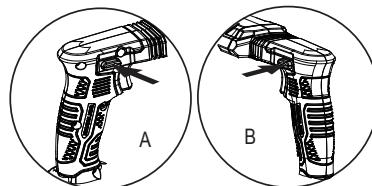

Fig.10
L'outil peut fonctionner en marche avant ou en marche arrière pour faire entrer ou sortir un embout d'une pièce à travailler. Le sens de rotation est contrôlé à l'aide de l'interrupteur avant/arrière. Appuyez sur l'interrupteur de marche avant/arrière vers la droite comme indiqué par (A) pour une rotation vers l'avant. De même, appuyez sur l'interrupteur vers la gauche comme indiqué par (B) pour une rotation inverse. Pour éviter tout démarrage involontaire lorsque l'outil n'est pas utilisé, appuyez sur l'interrupteur de marche avant/arrière en position centrale neutre pour verrouiller la gâchette (Fig.10).